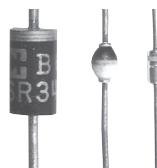

図1 ダイオードの外観例
① diode
ダイオード^①は、p形半導体とn形半導体を組み合わせた素子である(図1)。ここでは、ダイオードの構造や特性を学び、簡単な使い方を調べてみよう。